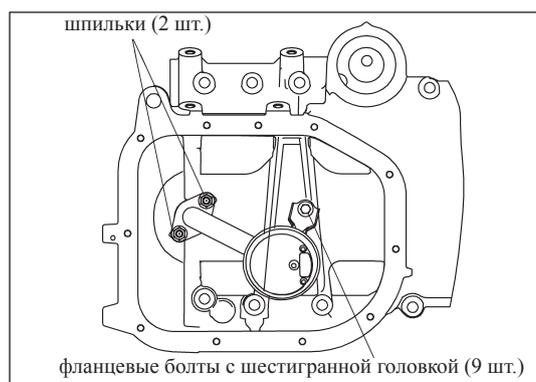

Рис. 11-3-6. Установка маслоуловителя
(1) Установка маслоуловителя
- б) Установить прокладку и маслоуловитель на нижнюю часть блока цилиндров, надев их на 2 шпильки (М6×12). Закрепить маслоуловитель на нижней части блока цилиндров двумя шестигранными фланцевыми гайками (М6) и 1 фланцевым болтом с шестигранной головкой (М6×12), как изображено на рис. 11-3-6.